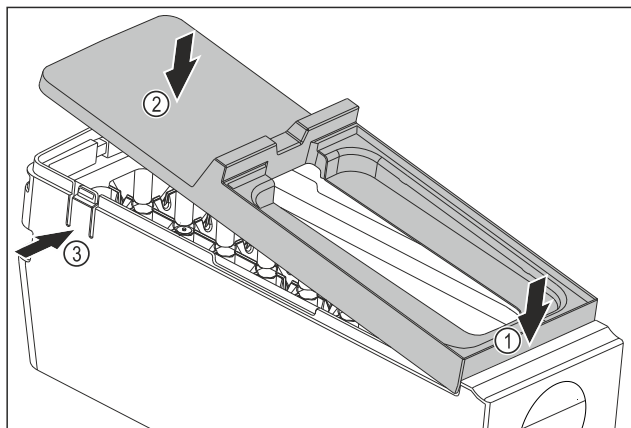

Fig. 166
- ▶ Abdeckung des EasyTwist-Ice-Korpus montieren: Abdeckung vorne ansetzen. Fig. 166 (1)
- ▶ Abdeckung hinten absenken. Fig. 166 (2)
- ▷ Abdeckung rastet hörbar in beiden Laschen Fig. 166 (3) ein.